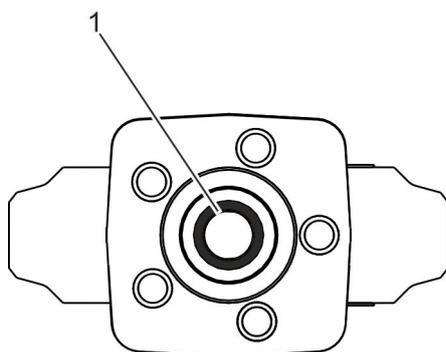

Abb. 8: Dichtring entfernen
6. ➤ Dichtring (Abb. 8/1) aus dem Gehäuse entfernen.